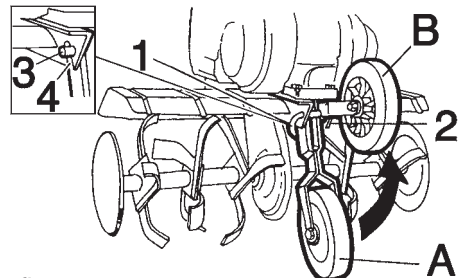

fig.3
(Fig. 3)
- De wielbasis vastzetten met behulp van de daarvoor bestemde spil (3) en splitpen(4) (Fig. 3)
Vervoerspositie met spil 1 gemonteerd zoals aangegeven in Fig. 3.